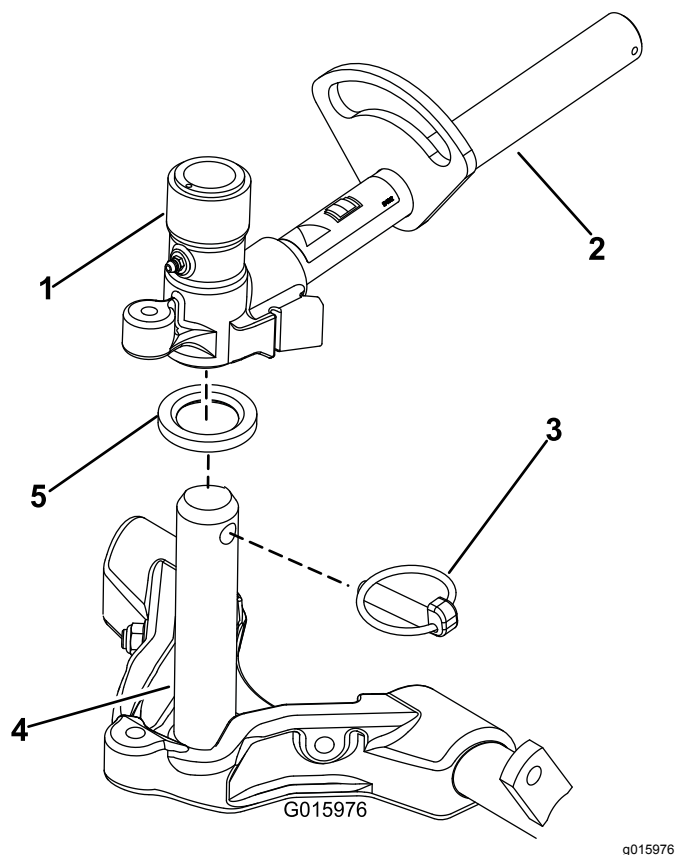

Figura 16
9. Revista o veio da estrutura de suporte com massa lubrificante limpa (Figura 16).
10. Nas unidades de corte dianteiras, faça deslizar uma unidade de corte sob o braço de elevação enquanto insere o veio da estrutura de suporte para cima para dentro da forquilha da articulação do braço de elevação (Figura 16).
11. Prenda o veio da estrutura de suporte à forquilha do braço de elevação com o pino de encaixe (Figura 16).
- B. Insira a forquilha do braço de elevação no veio da estrutura de suporte (Figura 16).